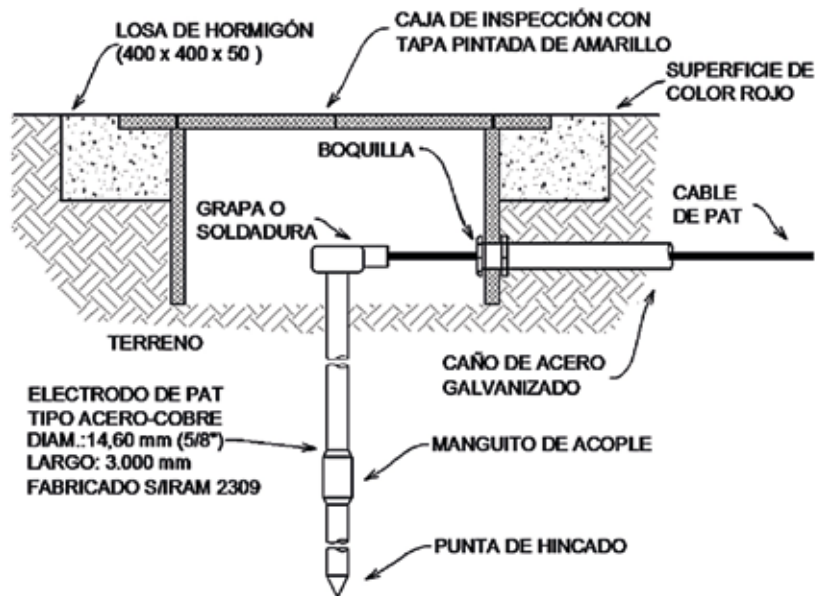

Figura 2. Elementos de conexión de un sistema de puesta a tierra
- » una grapa que conecta el cable de PAT (ver figura 2).
Todos estos elementos se ensamblan de acuerdo a lo que muestra la figura 2. Se deben considerar algunas condiciones fundamentales que están relacionadas: los materiales y la ejecución: